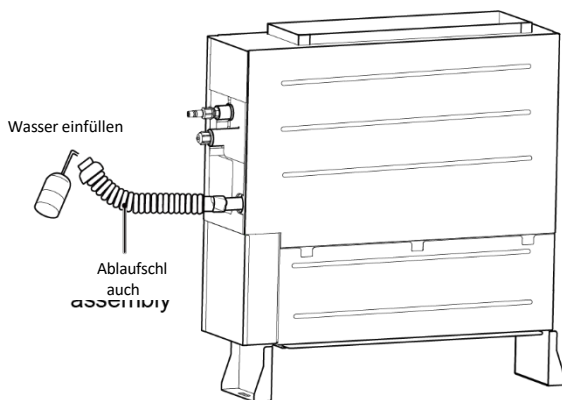

Abb. 4.3.9
- 1) Schließen Sie den Ablaufschlauch an den anderen Kühlmittelablaufanschluss des Wasserbehälters an und füllen Sie ca. 1 l Wasser ein (siehe Abb. 4.3.9). Entfernen Sie den Ablaufschlauch nach Abschluss der Tests und setzen Sie den Verschlussdeckel des Wasserbehälters auf.